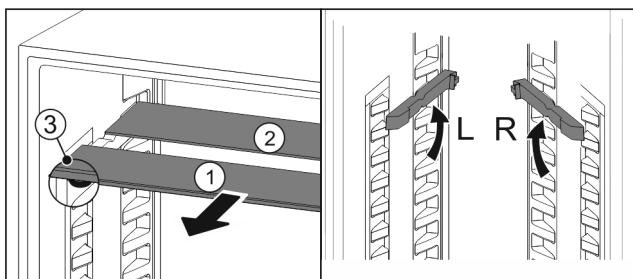

Fig. 105
- 将玻璃隔板逐个向前拉出 Fig. 105 (1)。
- ▷ 带装饰条的玻璃隔板 Fig. 105 (1)在前。
- ▷ 阻挡装置 Fig. 105 (3)指向下方。